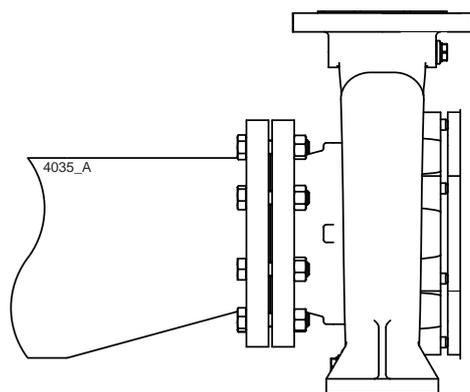

Figure 6: Réducteur excentrique vers la bride d'aspiration.
- Le passage du tuyau d'aspiration doit être généreux. Ce tuyau doit être aussi court que possible et son trajet vers la pompe ne doit pas permettre la formation de poches d'air. Si cela n'est pas réalisable, un dispositif d'aération doit être prévu au point le plus élevé. Si le diamètre intérieur du tuyau d'aspiration est plus grand que celui du raccord d'aspiration de la pompe, une pièce de réduction excentrique doit être utilisée pour éviter la formation de poches d'air et de tourbillons. Voir figure 6.